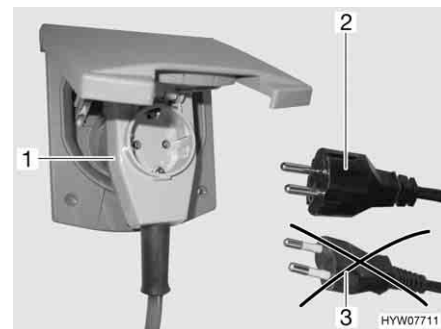

Fig. 111 Raccordement à un adaptateur coudé avec prise de courant
- Lors de l'utilisation d'un adaptateur coudé CEE 17 muni d'une prise à l'arrière (Fig. 111,1), se servir uniquement d'un connecteur en caoutchouc et scellé IP 44 avec contact de mise à la terre (Fig. 111,2). Ne pas utiliser de connecteur sans contact de mise à la terre (Fig. 111,3).